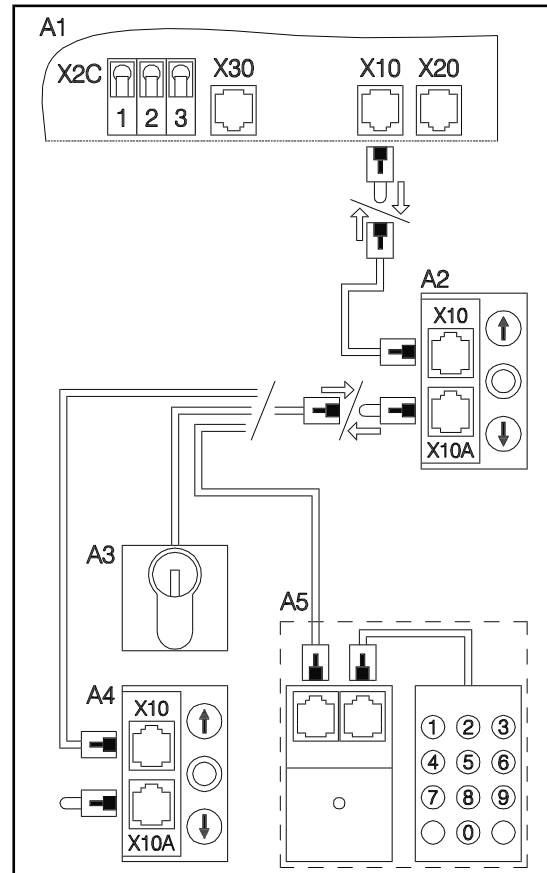

Рис. 10: Подключение элементов управления
- Соедините элемент управления с системным разъемом X10A мембранного переключателя, как показано на рис. 10.